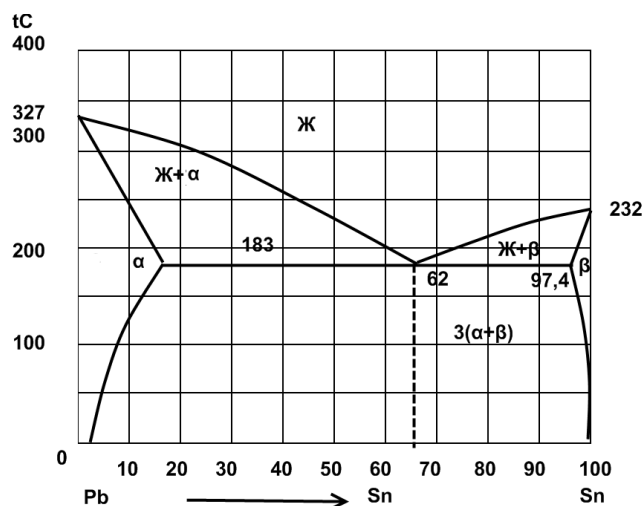

Рис. 4 Диаграмма состояния свинец — олово
2. Вычертите диаграмму состояния системы свинец — олово, опишите взаимодействие компонентов в жидком и твердом состояниях, укажите структурные составляющие во всех областях диаграммы состояния и объясните характер изменения свойств сплавов с помощью правил Курнакова (рис.4).